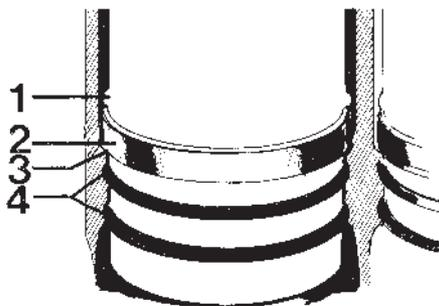

Fig. 57. Joints d'étanchéité inférieurs, série 120
6. Monter les joints d'étanchéité inférieurs dans le bloc ainsi que le joint supérieur sous la collerette de la chemise. Sur la série 120, une large bague de protection est montée sur la chemise. Remarque : Cette bague ne doit être montée que sur les moteurs dont les chemises et blocs sont pourvus de collets, voir figure 57.